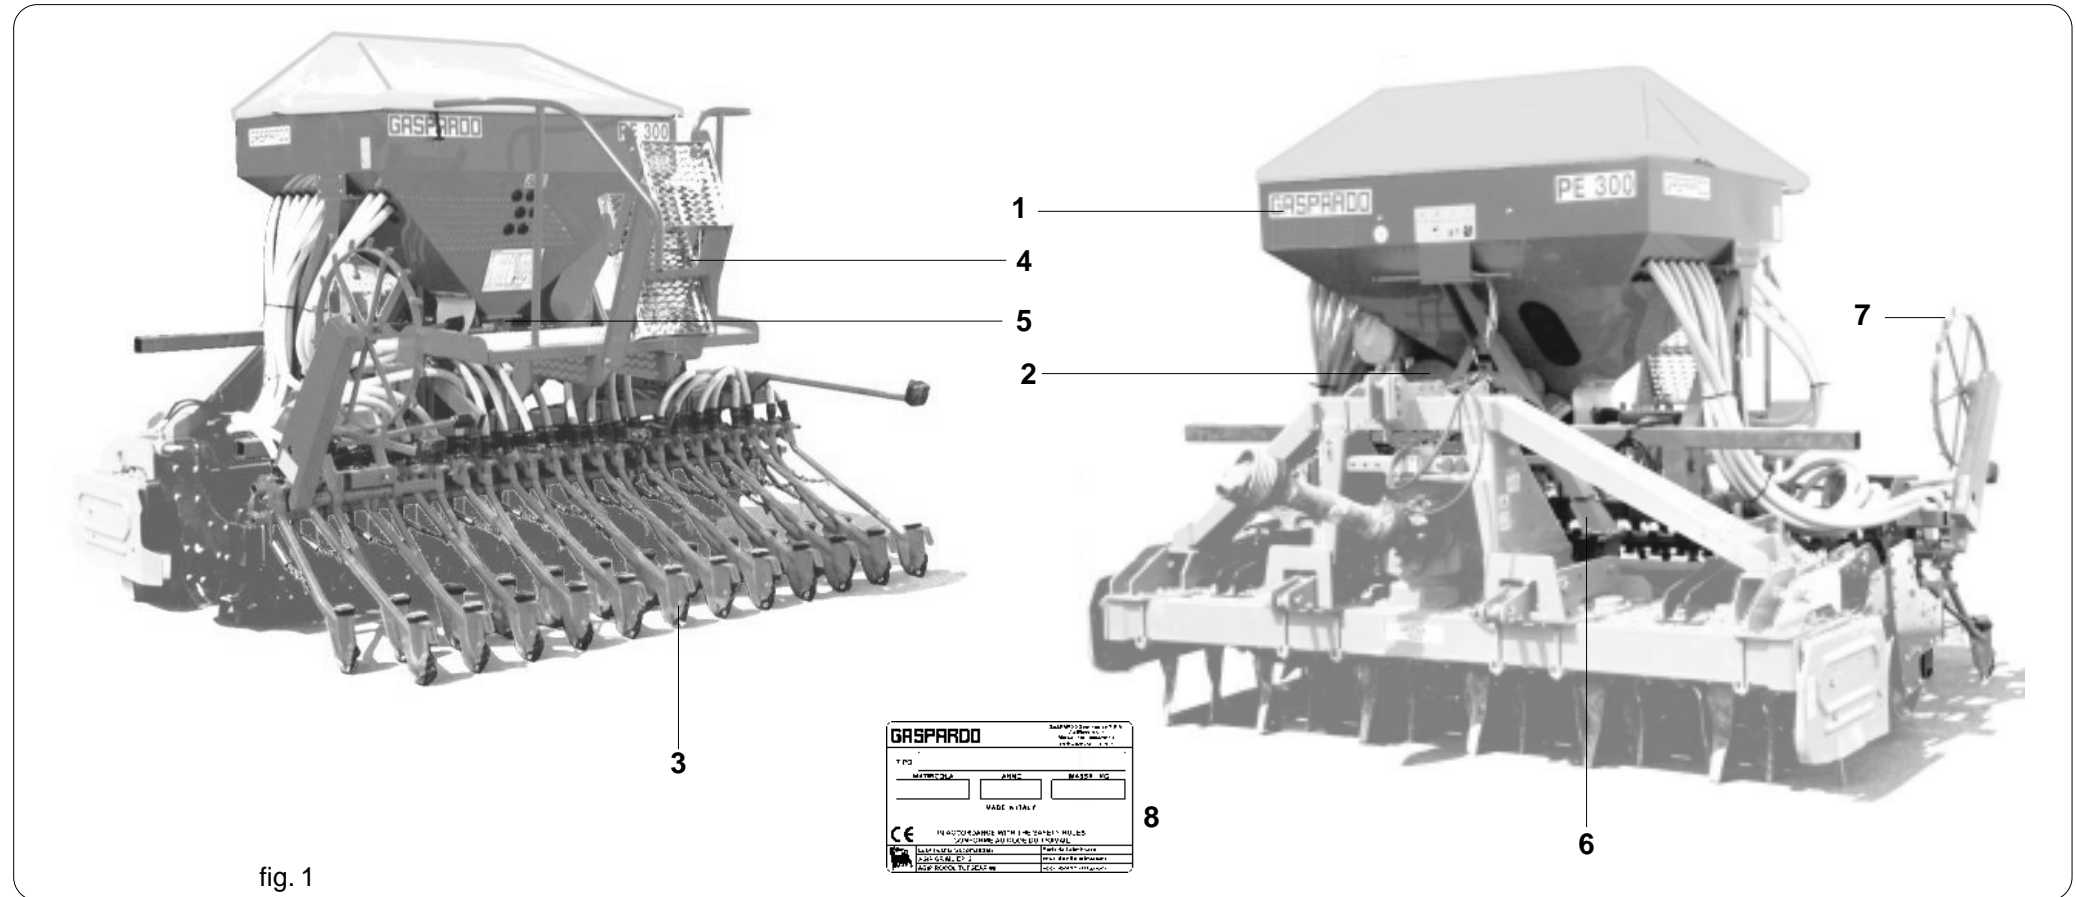

fig. 1
Jedes einzelne Gerät ist mit einem Identifizierungsschild (13 Abb. 1) ausgestattet, mit folgenden Angaben:
*Chaque équipement est doté d'une plaque d'identification (13 Figure 1) dont les données indiquent:*
Cada equipo está provisto de una tarjeta de identificación (13 Fig. 1), en la que se encuentran:
Questa operazione, per la sua pericolosità, è necessario venga eseguita da personale preparato e responsabile. La massa della macchina è evidenziata nella targhetta di identificazione (13 Fig. 1).
Tendere la fune per livellare la macchina. I punti di aggancio sono individuabili dalla presenza del simbolo grafico "gancio" (Fig. 1).
*If the machine is handled, it must be lifted by hooking onto the appropriate holes with a suitable winch or crane of sufficient capacity. Because of the danger involved, this operation should be carried out by trained and responsible personnel. The mass of the machine is on the identification Plate (13 Fig. 1).*
*The hook points can be detected by finding the «hook» symbol (Fig. 1).*
Falls die Maschine transportiert werden muss, muss sie an den dazu bestimmten Anschlusspunkten durch geeigneten Aufzug oder Kran mit ausreichender Tragkraft gehoben werden. Diese gefährliche Arbeit muss absolut durch geschultes und haftendes Personal ausgeführt werden. Das Maschinengewicht kann dem Identifizierungsschild (13 Abb. 1) entnommen werden. Zum Ausrichten der Maschine das Seil spannen. Die Anschlusspunkte sind durch das graphische «Haken»-Zeichen gekennzeichnet (Abb. 1).
*En cas de manutention de la machine, soulever celle-ci en la fixant aux crochets spéciaux par un palan ou une grue appropriés ayant une capacité suffisante. Cette opération, qui est dangereuse, sera effectuée par un personnel expert et responsable. La masse de la machine apparaît dans la plaque d'identification (13 Figure 1). Tendre le câble pour niveler la machine. Les points d'attelage sont identifiés par la présence du symbole graphique «crochet» (Figure 1).*
En caso de manipulación de la máquina, se precisa elevar la misma enganchándola a los ganchos al efecto mediante aparejo o grúa idóneos con suficiente capacidad. Esta operación, debido a su peligrosidad, deberá ser realizada por personal capacitado y responsable. El peso de la máquina está indicado en la plaqueta de identificación (13 Fig. 1). Halar el cable para nivelar la máquina. Los puntos de enganche se identifican mediante el símbolo gráfico «gancho» (Fig. 1).